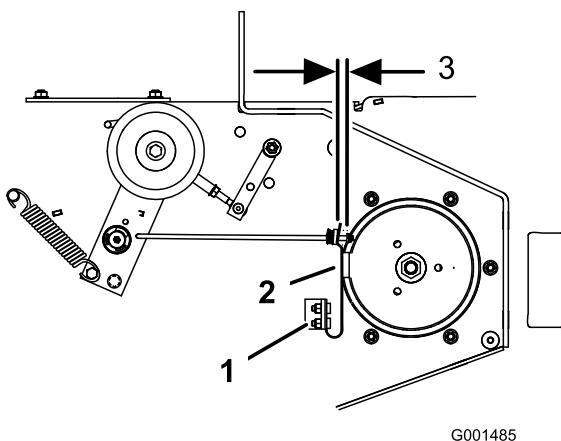

Figura 58
- Si es necesario, ajuste los pernos de montaje del muelle hasta que la pastilla de freno de la cuchilla roce contra ambos lados de la ranura de la polea (Figura 58).
- Ajuste la tuerca del extremo de la varilla de freno de la cuchilla hasta que quede un espacio de 3 mm – 5 mm (1/8 – 3/16 pulgada) entre la tuerca y el espaciador (Figura 58).